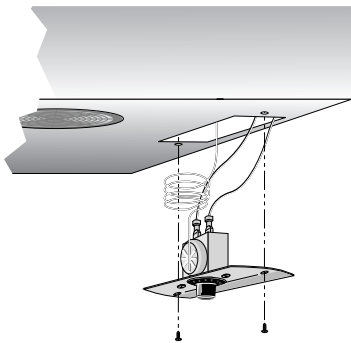

Figure 1. Accédez au corps de la commande.
3. Accédez avec précaution au corps de la commande de température (voir fig. 1).